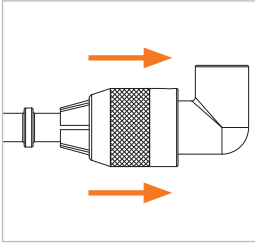

Abbildung 5
- ▶ Ziehen Sie die Schiebehülse (Pos. 1) zurück (*Abbildung 5*). Dadurch wird die Verbindung zum Prüfling gelöst und der Adapter kann gerade nach hinten vom Prüfling abgenommen werden.